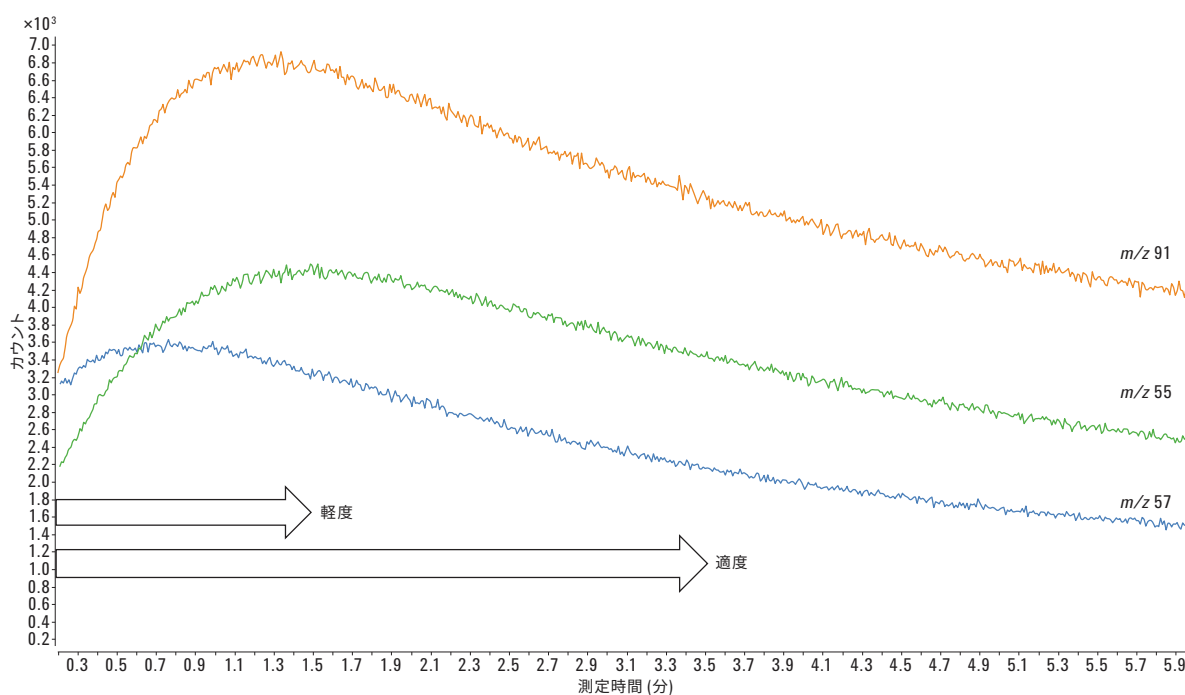

図 9. 0 分 ~ 6 分における Agilent 5977B SQ-HES でのクリーニングのみの JetClean の EIC。
クリーニングのみモードでは、クリーニングプロセス中に記録としてデータファイルに収集されます。この記録を解析することで、イオン源の状態およびクリーニングの適用時にどのように変化しているかについて詳細に理解することができます。よく使われている MS パラメータは編集してデータファイルに記録できます。また、クリーニングのみモードでクリーニングする前に設定する必要があります。スキャンモード測定では、ルーチンのイオン源の汚染の適切なインジケータとなるイオンが見つかるよう、きわめて包括的な記録を提供します。イオンが見つかった場合は、SIM が適しています。質量範囲の上限は、数百 m/z ($< m/z$ 500) を超えるほどに広げる必要はなく、通常は 300 m/z で十分です。通常の下限は 45 または 50 です。質量 29 (TQ、30 の低い質量カットオフ) または 28 (SQ) でスキャンを開始することで、 N_2H^+ (m/z 29) の形成により間接的に水素をモニタリングするために使用できます。SQ で形成され分析される一般的でない種は数多くあり、例として H_3^+ (m/z 3)、 HeH^+ (m/z 5)、 ArH^+ (m/z 41) などがあります。スキャン速度は遅くしてください。1 秒あたり 1 スキャンにより、データファイルを小さく維持しつつ変動を随時記録できます。図 9 は、このデータの例を示しています。重要なことは、ゲイン係数 (GF) をスキャン範囲とイオン源のタイプに合わせて設定することです。 N_2 または N_2H が含まれる場合は GF を低くし、スキャンウィンドウに示される各種の強度を基に GF を高く設定します。